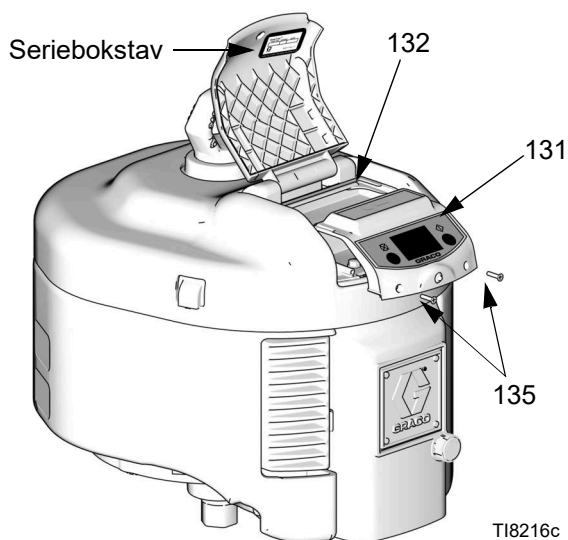

FIG. 4. Demontering av DataTrak-modulen
1. Ta bort två skruvar (135). Dra försiktigt ut DataTrak-modulen (131) ur höljet (132). Se FIG. 4.
* FIG. 4 visar var seriebokstaven finns.